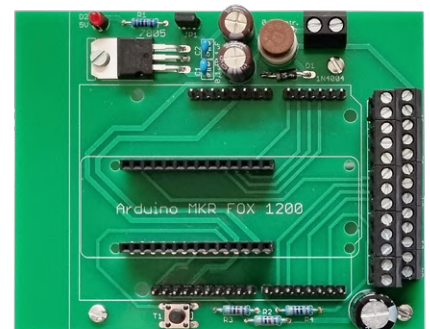

Bild 2. Bestückung der CO2-Ampel-Platine.
**Bild 2** zeigt die bestückte Platine, auf die entweder der MKR FOX1200 oder über Kopf der Arduino Uno aufgesteckt wird. **Hinweis: Je nach verwendetem Arduino-Board bitte nicht beide Steckplätze, sondern nur die zugehörigen Leisten bestücken.** Wenn beide Leisten für den MKR FOX1200 bestückt werden, passt das Arduino-Board nämlich nicht mehr auf die Platine, es sei denn, man verwendet „Verlängerungs-Leisten“, um das Board höher zu setzen. Das Platinenlayout, der Bestückungsplan, eine Stückliste sowie die eingesetzte Arduino-Firmware stehen auf der Elektor-Projektseite [3] zum Download bereit. Auf die vorgesehene Antennenfläche kann eine geeignete flache Sigfox-Antenne